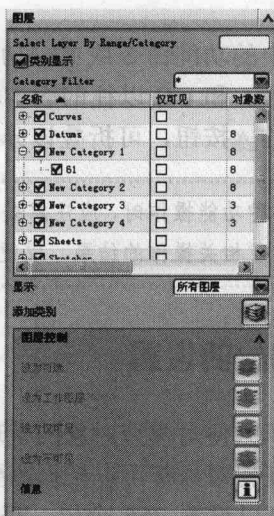

图 1-7 【图层】分组
- 类别显示: 选中该复选框, 则其下方的【Category Filter】选项可选, 且图层状态列表框出现了如图 1-7 所示的变化, 即不再显示图层号, 而是显示图层类别, 并可对图层种类进行修改, 或建立、删除某个图层种类。